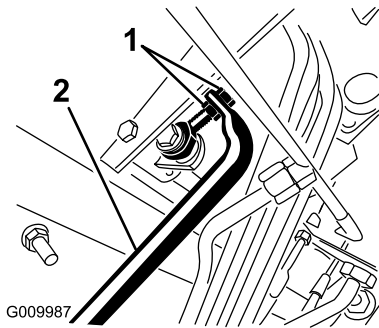

Figura 99
5. Regolate i controdadi dal lato asta della pompa per muovere in avanti il tubo di controllo della pompa ed eliminare lo spostamento in avanti, o per muoverlo indietro ed eliminare lo spostamento indietro (Figura 99).